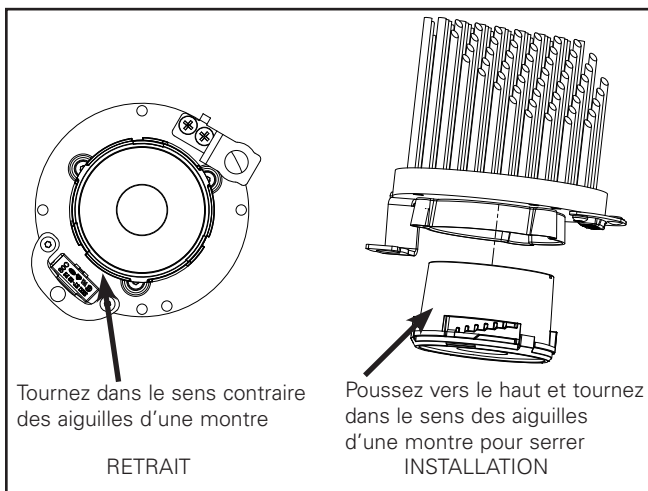

Figure 8
1. L'optique peut être démontée et remplacée pour modifier l'angle du faisceau. Tournez doucement l'optique dans le sens contraire des aiguilles d'une montre pour la retirer. Insérez l'optique et tournez-le dans le sens des aiguilles d'une montre pour l'installer. (Figure 8).